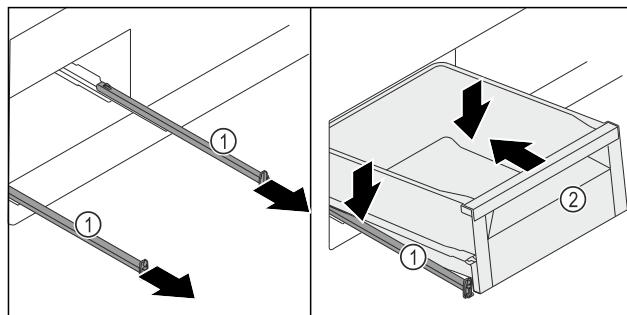

Fig. 138
- Izvlecite vodila. Fig. 138 (1)
- Držite vodila Fig. 138 (1) in predal Fig. 138 (2) postavite diagonalno na vodila Fig. 138 (1) od zgoraj.
- Predal Fig. 138 (2) potisnite nazaj po vodilih Fig. 138 (1) do konca.